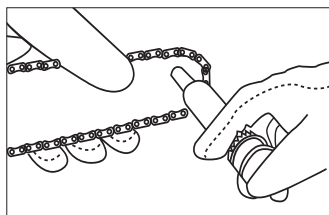

Рис. 28
3. Поместите иглу шприца в отверстие для смазки и вводите смазку до тех пор, пока она не появится на внешнем крае звездочки (рис. 28).